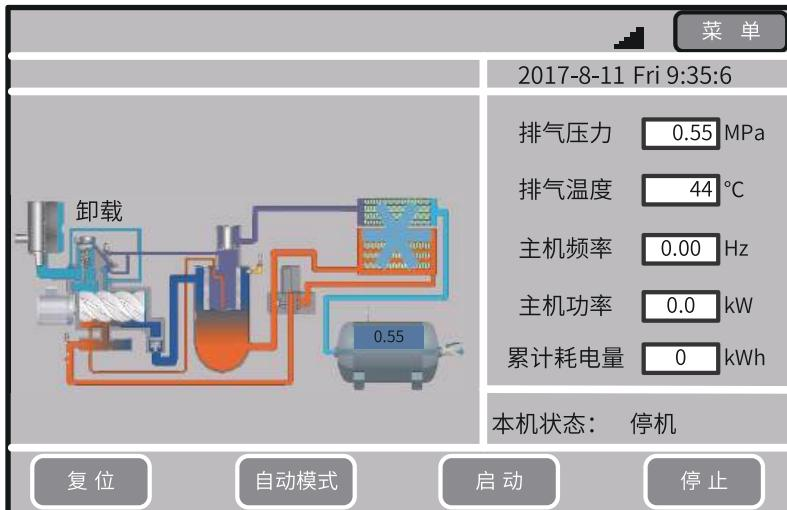

图3-3 HMI主页面（示意图）
- 确认电机运转方向无误后，点击第45页“图3-3”主页上的**启动**按钮，运行空压机。检查运行时的电流及温度是否在正常范围、电磁阀状态是否正确、压力及温度变化是否正常。